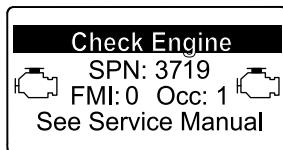

Figure 49
- Avertissement moteur SPN 3719, FMI : 0 (Figure 49)